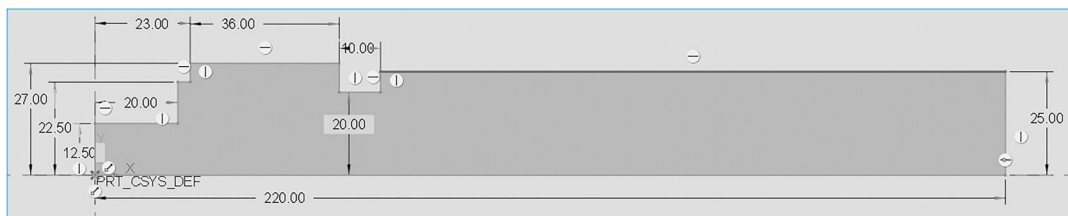

图 2-70 绘制截面曲线
(1) 进入草绘界面。单击  命令，选中 FRONT 基准面为草绘平面，单击视图控制工具条中的  按钮，摆正视图，绘制如图 2-70 所示的截面曲线。